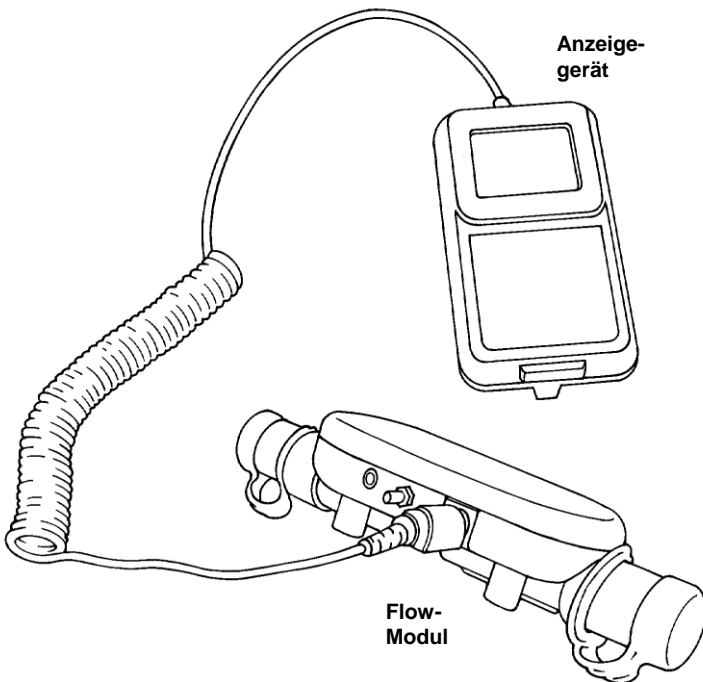

Abb. 3. Verbindung des Anzeigergeräts mit einem Flow- Modul
1. Verbinden Sie das Anzeigergerät mit einem Flow-Modul (**Abb. 3**).